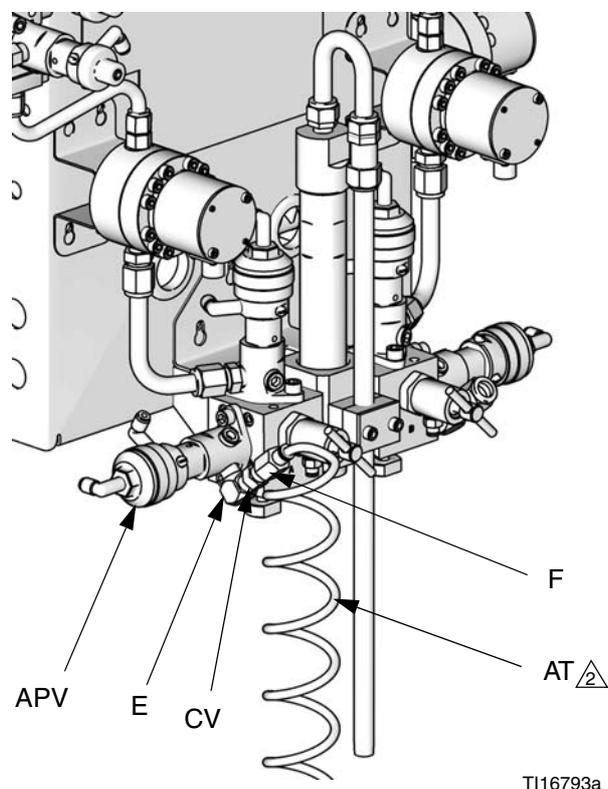

FIG. 5 : tuyau de purge de l'air d'alimentation et clapet antiretour
5. Consultez FIG. 5. Installez le coude (E) fourni, le clapet anti-retour (CV) et le raccord de tuyau (F) au niveau de l'entrée de la vanne de purge d'air (APV). Utilisez le tuyau d'air de purge long de 7,6 m (25 pi.) et d'un diamètre extérieur de 6 mm (1/4 po.) (AT, fourni) pour nettoyer, sécher l'air envoyé vers le raccord (F) au niveau de l'entrée de la vanne de purge d'air. Installez les filtres/dessiccateurs selon les besoins.